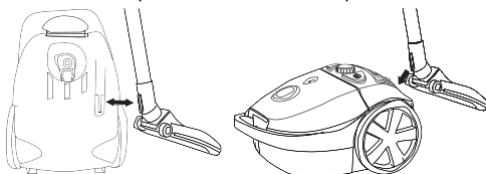

Figura 10 Guardar la aspiradora
3. Coloque la aspiradora en posición vertical. La aspiradora trae por debajo, junto a la rueda frontal, una abertura para introducir el elemento donde se fijan los accesorios (véase la figura 10). Introduzca la parte inferior del elemento en el orificio. Así puede guardar fácilmente la aspiradora y volverla a utilizar sin tener que desensamblar las partes.
1. Tan pronto como el indicador de 'bolsa llena' se ponga en rojo, deberá sustituir la bolsa inmediatamente, véase la figura 10.